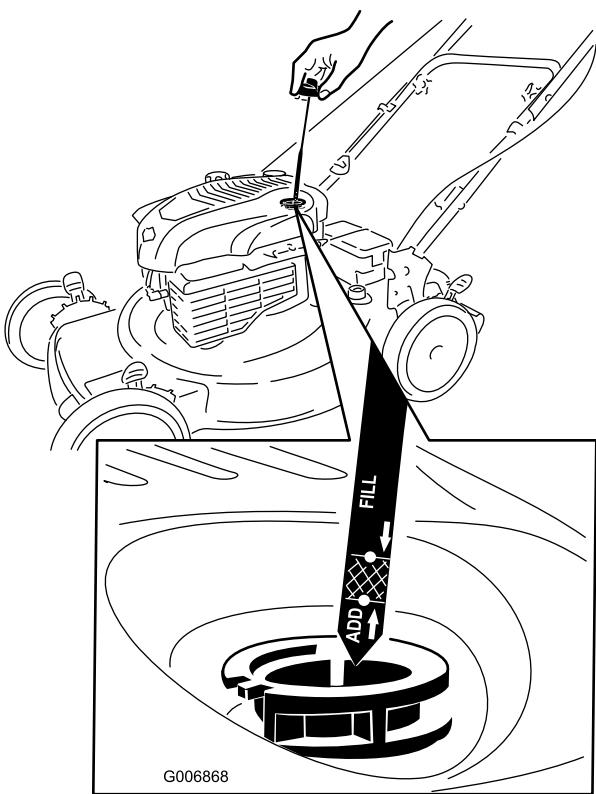

Bild 26
2. Ziehen Sie den Peilstab heraus (Bild 26).
- Füllen Sie das Öl **langsam** in den Einfüllstutzen ein, um den Ölstand auf die Marke **Voll** am Peilstab anzuheben. Bild 26 **Füllen Sie nicht zu viel ein.** (Max. Füllstand: 0,59 l des Typs: Waschaktives SAE 30-Öl mit der Klassifizierung SF, SG, SH, SJ, SL oder höher durch das American Petroleum Institute (API).)